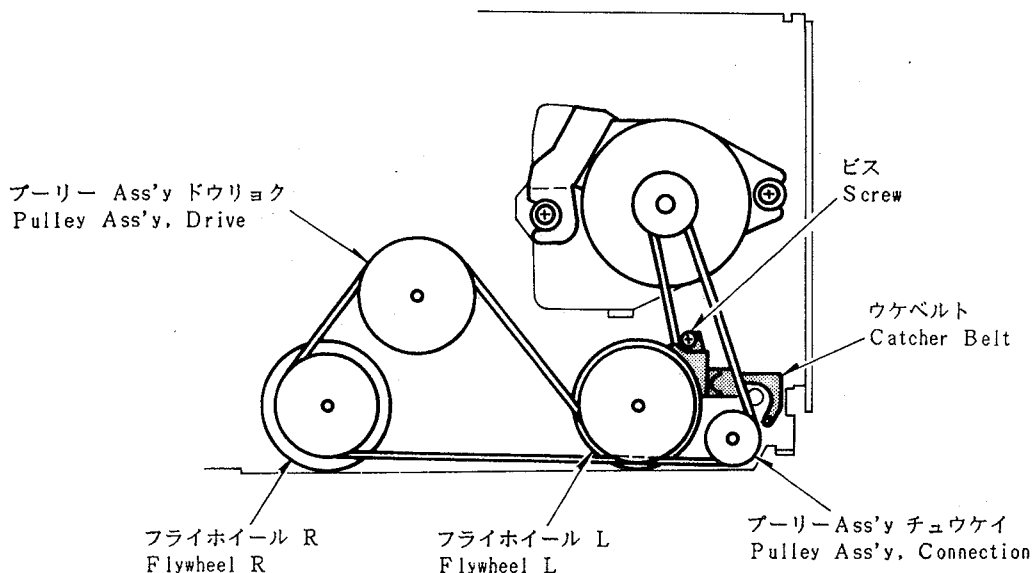

Fig. 3
- 1) ビス1本をはずしウケベルトをはずしメインベルトをはずす。(Fig.3 参照)
- 注) 再度メインベルトを掛ける場合にはFig.3を参照して下さい。
- 1) Remove screw to detach the Catcher,Belt. Then, remove the main belt. (See Fig.3)
NOTE) The main belt must be installed as shown in Fig.3.